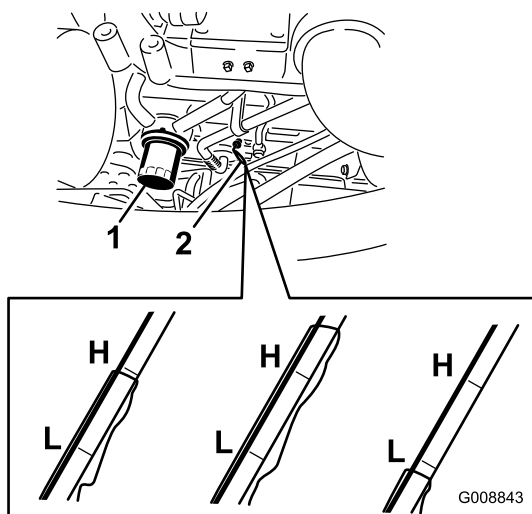

図 61
- ディップスティック (図 61) を抜き取り、付いているオイルをウェスで拭き、もう一度一杯に差し込んで抜きとる。FULL マークまであればよい。
2. オイルフィルタ（図 61）を外す。新しいフィルタのシールに薄くエンジンオイルを塗って取り付ける。締めすぎないように注意すること。